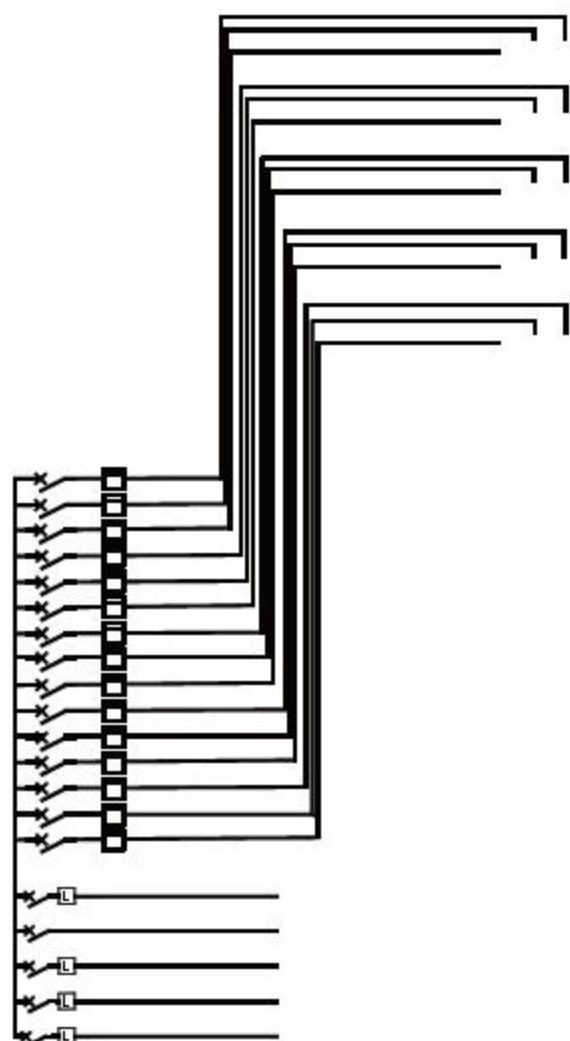

图13-6 绘制线路
**05** 调用PL【多段线】命令，绘制如图13-6所示的照明线路。